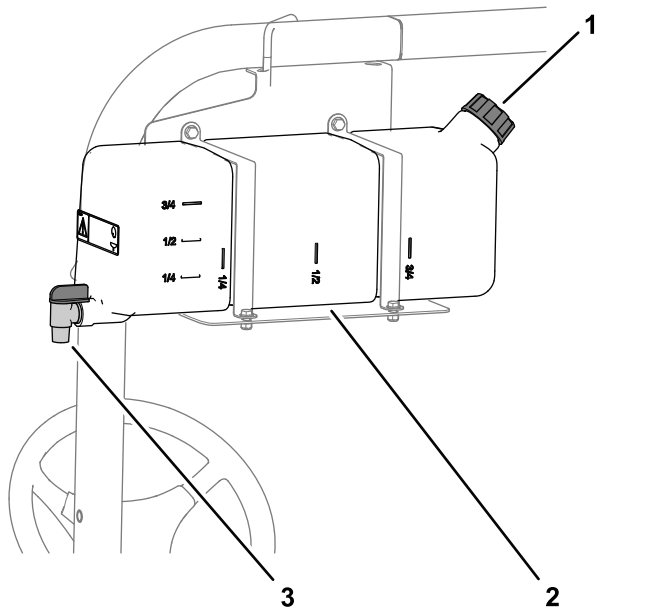

Figura 17
- Para llenar el depósito, desenrosque el tapón de la parte superior del depósito, llene el depósito con agua limpia y coloque el tapón (Figura 17).
- Para abrir la llave de paso del depósito de agua limpia, gire la palanca de la llave de paso (Figura 17).